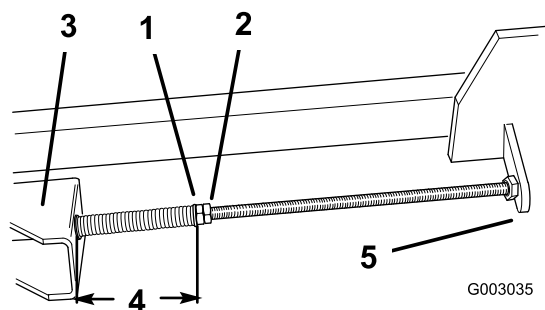

Figura 43
la correa de transmisión desgastada de las poleas (Figura 43).
8. Apriete la contratuerca delantera de cada varilla de ajuste hasta que los muelles estén completamente comprimidos, aproximadamente 12 cm (4-3/4 pulg.) medido entre la arandela y el casquillo, luego desenrosque las contratuercas delanteras una vuelta (Figura 43).
9. Apriete las contratuercas traseras (Figura 43).